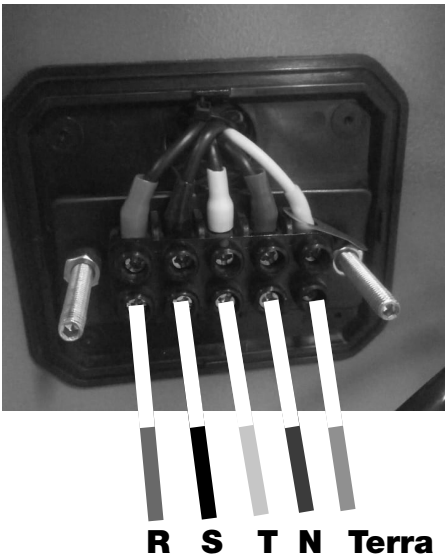

FIGURA 26 – 380V - trifásica
- 380 V - trifásica (figura 26);